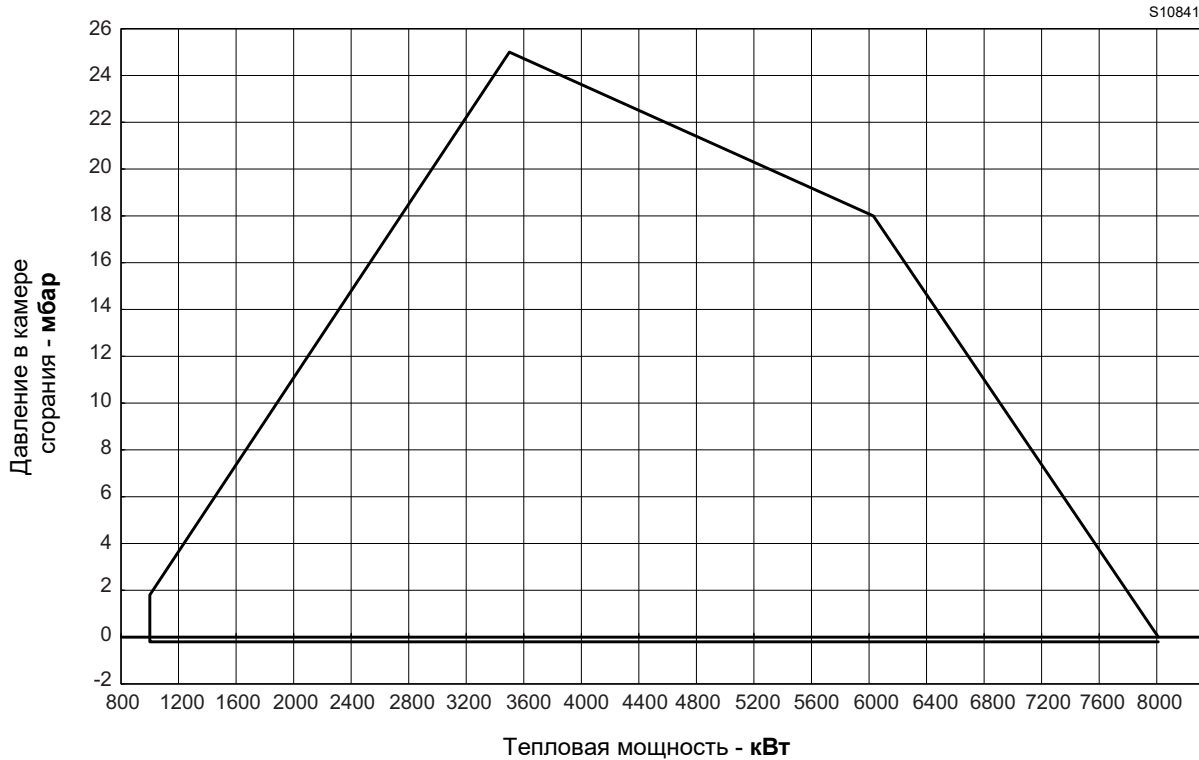

Рис. 2
**МАКСИМАЛЬНУЮ МОЩНОСТЬ** следует выбрать в пределах пунктирной зоны диаграммы (Рис. 2).
Рабочий диапазон (Рис. 2) был получен при температуре окружающей среды 20 °С и атмосферном давлении 1013 мбар (примерно 0 м над уровнем моря) с головкой горения, отрегулированной, как показано на стр. 20.